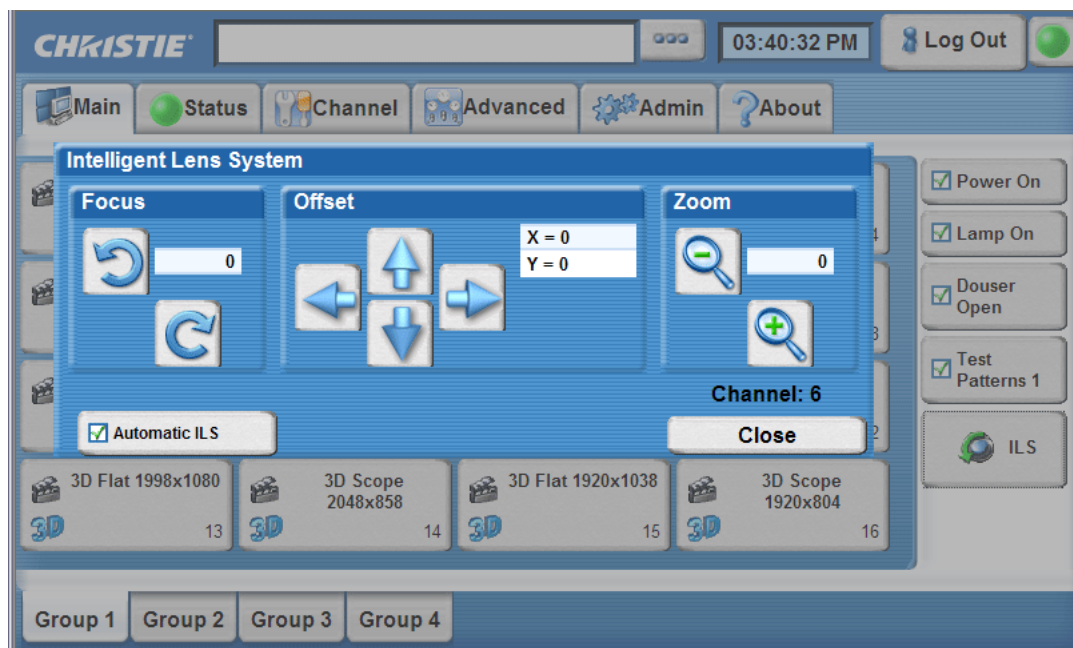

Figura 2-23 Sistema de lente inteligente
1. En el menú **Main** (principal), haga clic en **ILS**. Consulte la **Figura 2-23**.
3. Mediante el modelo de marco de prueba, ajuste la **compensación** haciendo clic en los botones de flecha arriba/abajo/izquierda/derecha en el menú ILS (**Figura 2-23**) para mostrar una imagen cuadrada en la pantalla. **NOTAS:** **1)** También puede mantener pulsado un botón para provocar un movimiento continuo. Aparece un mensaje de estado pendiente en la pantalla que desaparecerá cuando se hayan aplicado los cambios. **2)** Evite las inclinaciones y compensaciones excesivas. Las viñetas de las esquinas en un modelo de prueba de blanco indican una compensación extrema que se debería evitar. **3)** Para alcanzar el mejor rendimiento óptico, utilice la compensación más que la orientación hacia el centro de la imagen en las instalaciones descentradas con respecto al eje, minimizando así la distorsión trapezoidal.